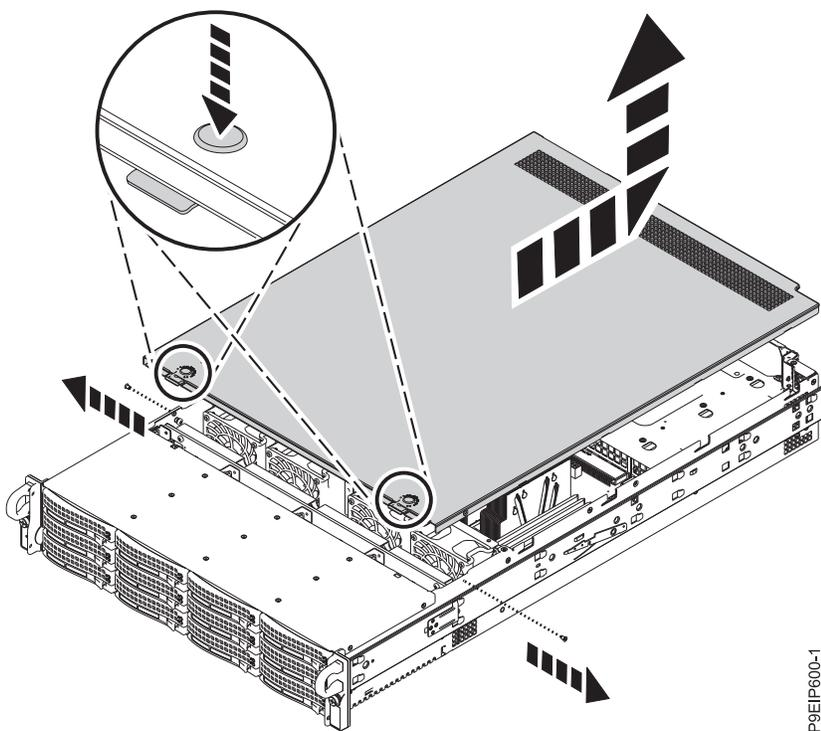

図 106. カバーを解放して開く
3. トップ・カバーの両方のボタンを押してラッチを解放し (図 106 を参照)、カバーが止まるまで約 1 cm 後方に押します。 ボタンを簡単に押し込めない場合は、ボタンの真下のドライブを部分的に取り外します。